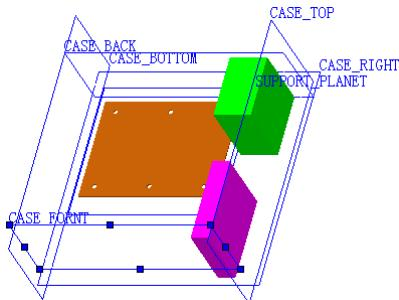

图 17.3.11 创建机箱的前平面
Step6. 创建图 17.3.11 所示的机箱的前平面。选择下拉菜单  →